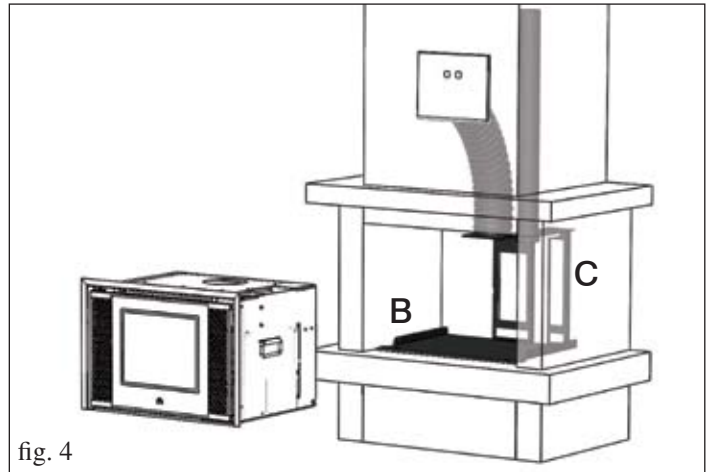

fig. 4
• Instalar la placa de base (**B**) del kit en la posición que deberá tener INPELLET 49 (fig. 4). Fijar la placa (**B**) con los pernos suministrados.